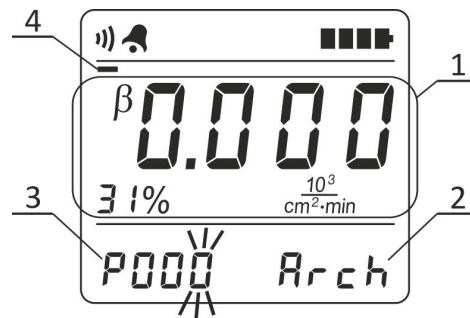

図 18－測定器の液晶画面
測定器の液晶画面に現れる“Arch” マーク (2)は測定結果を保存するサブモードである表示です（図 18）。このサブモードでは測定結果 (1)と不揮発性メモリに保存される測定結果のデータ番号(3)が液晶画面に表示されます。不揮発性メモリの空き状況は、瞬時値表示部(4)に表示されます。不揮発性メモリに保存データが無い場合は、最初の部分のみが表示部にハイライトされます。メモリに空きがない場合は、横一列全てがハイライトされます。